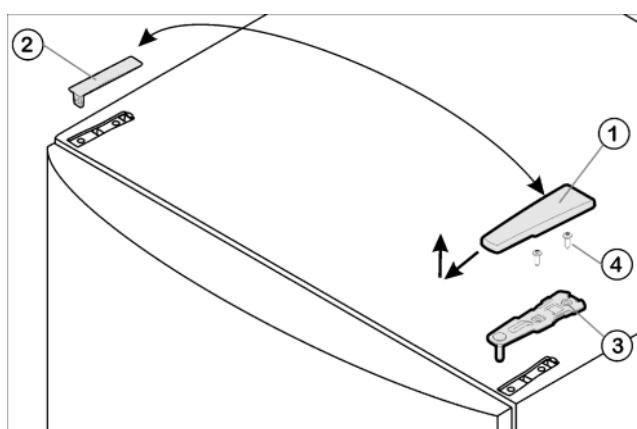

Fig. 4
- Потяните крышки Fig. 4 (1) вперед и вверх.
- Снимите крышку Fig. 4 (2).
- ▶ Открутите верхний опорный кронштейн Fig. 4 (3) (2 шт. Torx® 25) Fig. 4 (4) и вытяните вверх.
- ▶ Установите верхний опорный кронштейн Fig. 4 (3) на новой стороне шарнира и защелкните в дверце.
- ▶ Привинтите верхний опорный кронштейн (с моментом 4 Нм)(2 шт. Torx® 25) Fig. 4 (4). При необходимости проделайте отверстия или используйте аккумуляторную отвертку.
- ▶ Наденьте и защёлкните крышку Fig. 4 (1) и крышку Fig. 4 (2) на противоположной стороне снаружи.